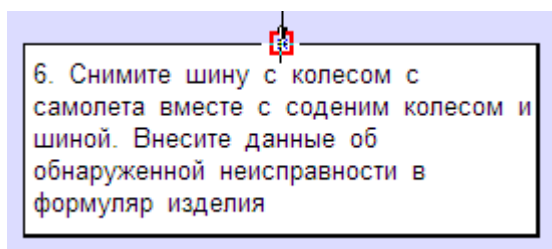

Рис. 6.70
- **Перемещение точки привязки.** Установите курсор на точку привязки, которую нужно переместить, при этом он примет форму «+». Нажмите на точку привязки левой кнопкой мыши и, не отпуская её, переместите точку привязки. Во время перемещения точка привязки будет подсвечена (Рис. 6.70).